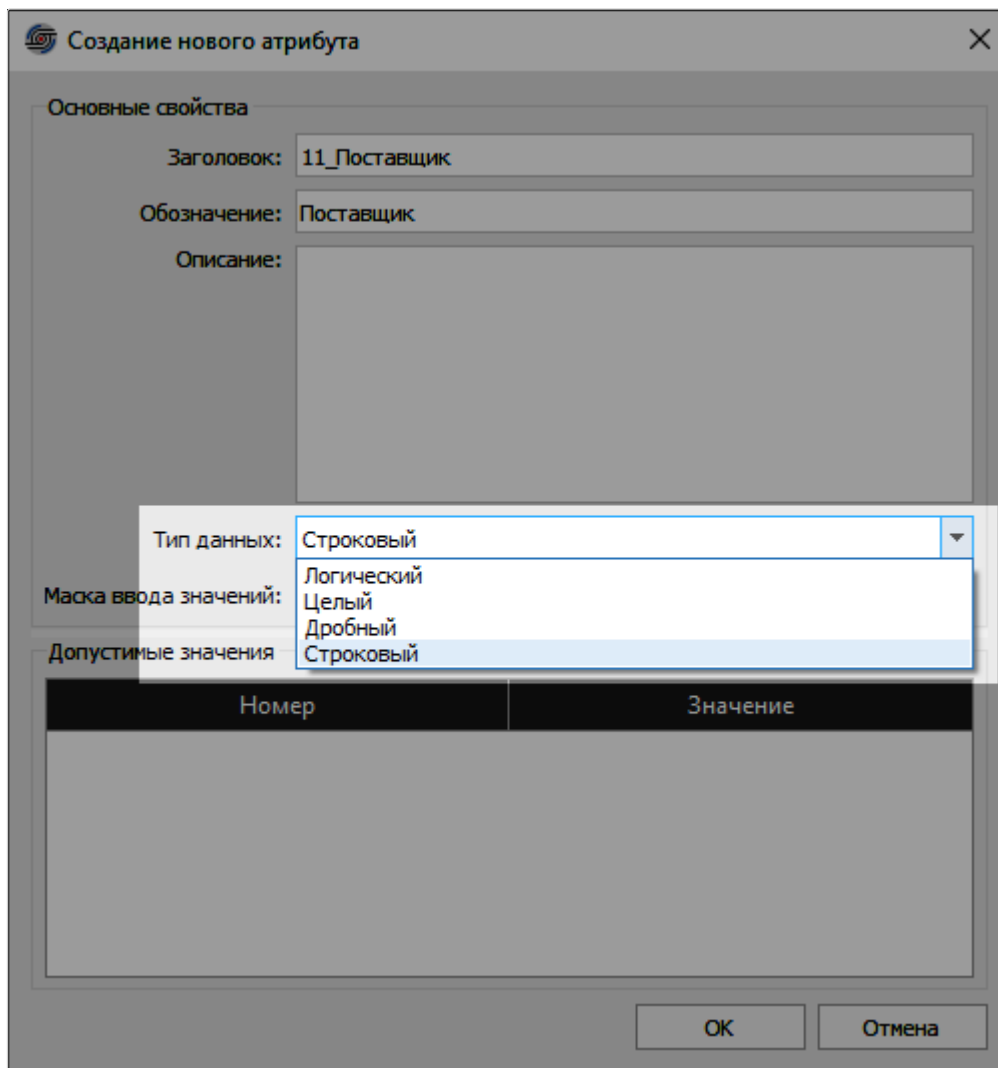

Рисунок 130. Выбор типа данных
- 3) Выбрать значение типа данных из выпадающего списка (см. рисунок 130).